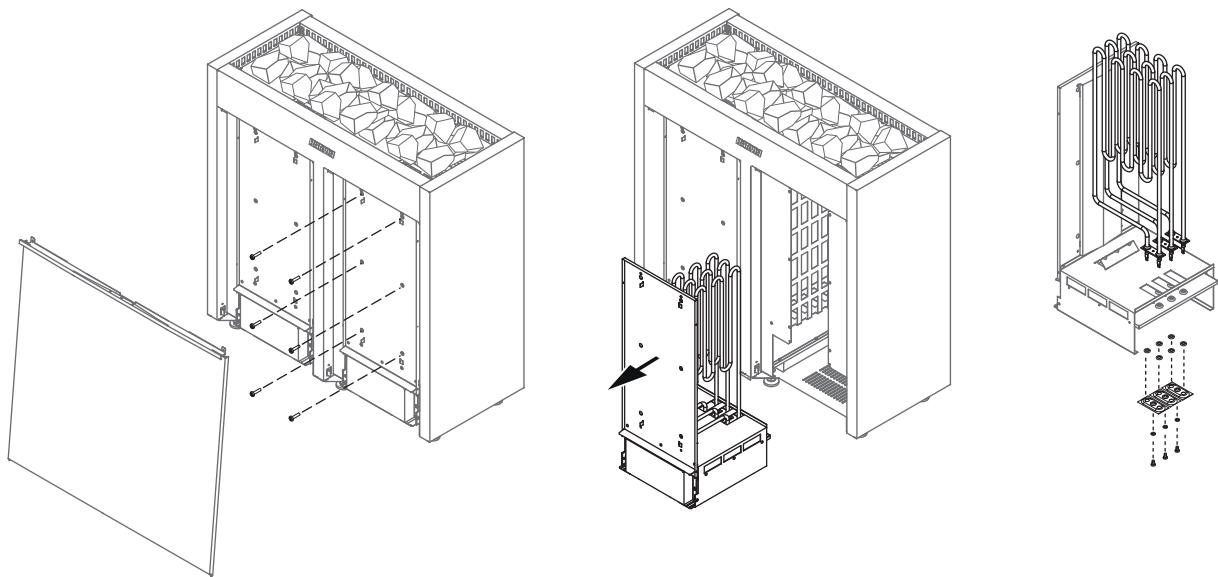

Рисунок 5.
- Каменка гибким проводом подсоединяется к соединительной коробке (рис. 5:3) на стене сауны. Соединительная коробка должна быть брызгозащищенной и находиться на расстоянии не выше 500 мм от пола.
- В качестве кабеля (рис. 5:2) следует использовать резиновый кабель типа H07RN-F или подобный.
См. рис. 5.